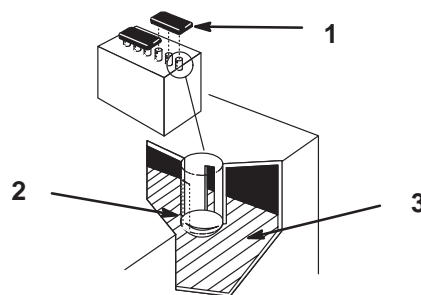

Bild 25
2. Entfernen Sie die Füllkappen. Wenn der Füllstand die Fülllinien nicht erreicht (Bild 25), füllen Sie genug destilliertes Wasser nach; siehe „Nachfüllen von Wasser in die Batterie“ auf Seite 27.
2. Nehmen Sie die Verschlusskappen ab (Bild 25).
3. Gießen Sie langsam destilliertes Wasser in jede Batteriezelle, bis der Füllstand den unteren Teil des Rohrs erreicht (Bild 25).